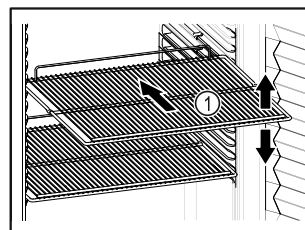

Fig. 60 Exempel
- ❑ Om gallren Fig. 60 (1) kan flyttas om ska de anpassas på höjden.